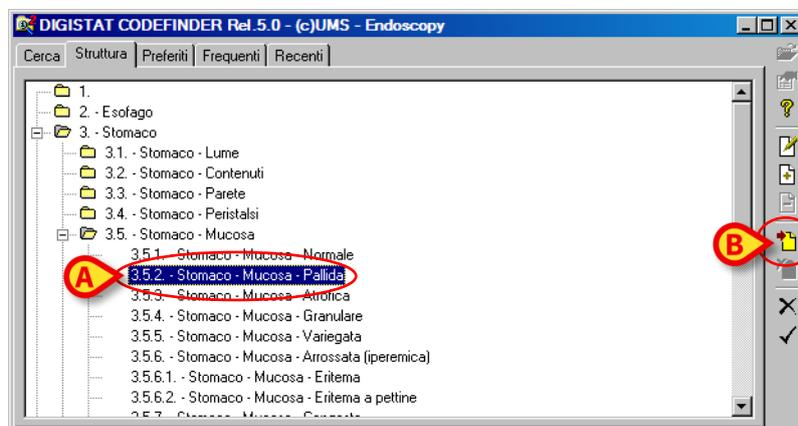
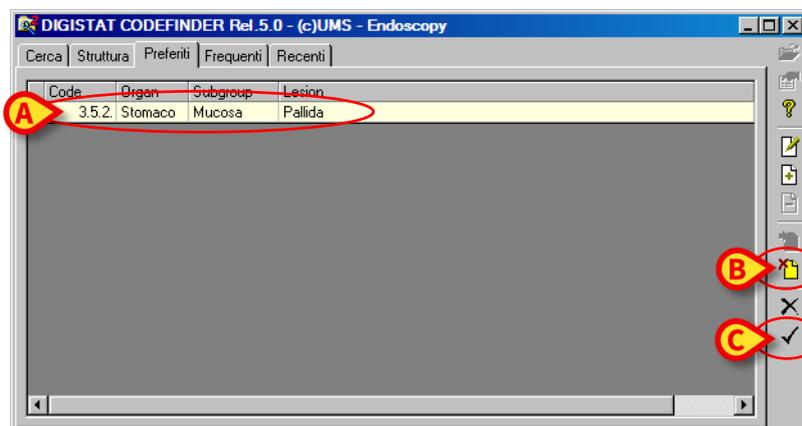

Fig 56 - Struttura: codice selezionato
Fig 57 - Preferiti
DIGISTAT® "Codefinder" permette di scegliere alcuni elementi dalla lista completa dei codici e di inserirli in una lista di "Preferiti". Ciò permette di ritrovarli rapidamente in seguito. Il pannello "Preferiti" (Fig 57) mostra la lista dei codici indicati come preferiti.
2. Cliccare la riga corrispondente al codice da inserire nella lista. Il codice apparirà evidenziato (come, ad esempio, in Fig 56 A).
3. Cliccare il pulsante  (evidenziato in Fig 56 B). Il codice sarà così aggiunto alla lista “Preferiti” (Fig 57 A).
3. Cliccare il pulsante  (Fig 57 B). Il codice scomparirà dalla lista.
2. Cliccare il pulsante  indicato in Fig 57 C.
3. Cliccare il pulsante . L'elemento sarà così aggiunto alla lista e apparirà nel pannello “Preferiti” (Fig 57).
- cliccare l'etichetta “Preferiti” per visualizzare la lista corrispondente (Fig 57).